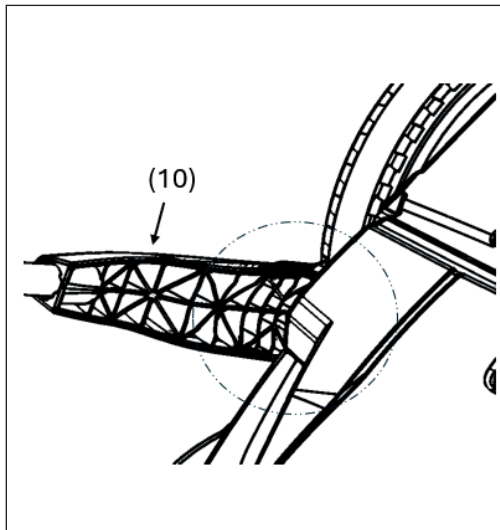

Abb. 9: Demonter skyvebøyle
1. Skyv skyvestangen på plass slik at stangen i håndtaksbeslaget (10) er på linje med kanten på dekslet (Abb. 9). I denne posisjonen er haken i håndtaksbeslaget på linje med sporet i rammen, og håndtaksbeslaget kan fjernes med et lite trykk utover.